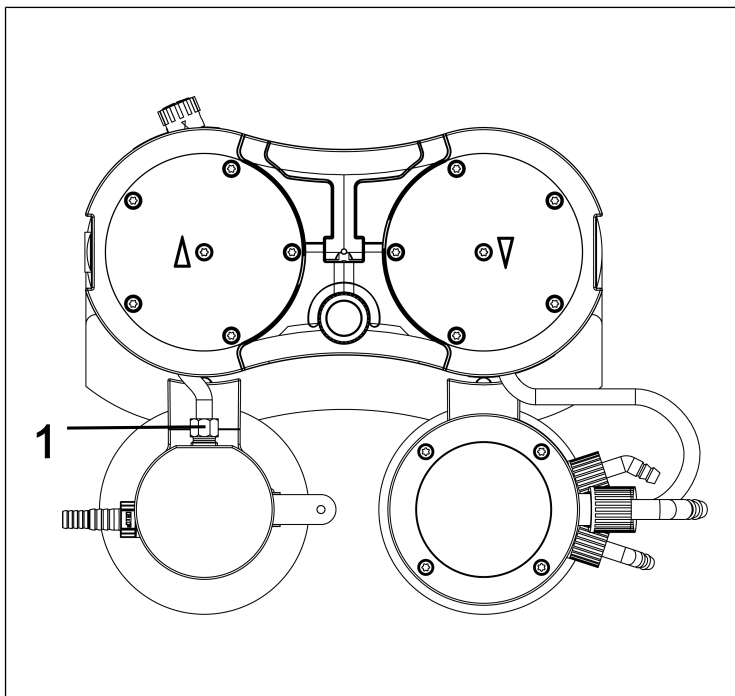

Abb.11: Schlauchverbindung lösen
2. Lösen Sie die Überwurfschraube der Schlauchverbindung (**1/Abb. 11**) von der Vakuumsystemkomponente.
- i** Benutzen Sie zum Lösen der Überwurfschraube der Schlauchverbindung Abscheider (**1/Abb. 11**) ggf. einen Gabelschlüssel SW14.
10. Schrauben Sie die Überwurfschraube der Schlauchverbindung Abscheider (1/Abb. 11) am Abscheideranschluss bis zum Anschlag ein.
i Benutzen Sie zum Anziehen der Überwurfschraube der Schlauchverbindung Abscheider (1/Abb. 11) ggf. einen Gabelschlüssel SW 14